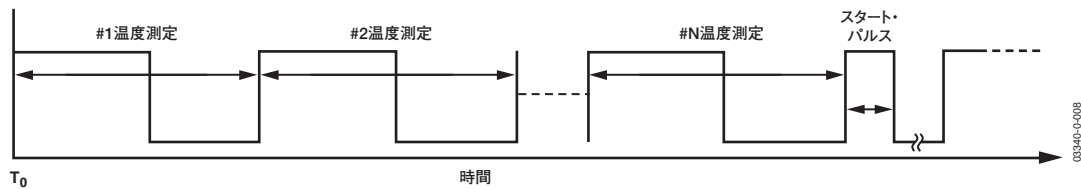

図28. マイクロコントローラへのデジチェーン信号入力
スタート・パルスがデジチェーン内のTMP05/TMP06デバイスに到達する前は、デバイスは先行する温度計測信号に対してバッファとして機能します。各デバイスは、先行デバイスが出力するスタート・パルスを検出するためにPWM信号を監視します。デバイスは、スタート・パルスを検出すると変換を開始し、デジチェーンPWM信号の最後に変換結果を挿入します。次に、リンク内の次のデバイスに対するスタート・パルスを挿入します。マイクロコントローラへの最終信号入力は図28のようになります。デジチェーンの先頭デバイスのピン2 (IN) の入力信号は、最後のデバイスがスタート・パルスを出力するまで、ローレベルに保つ必要があります。